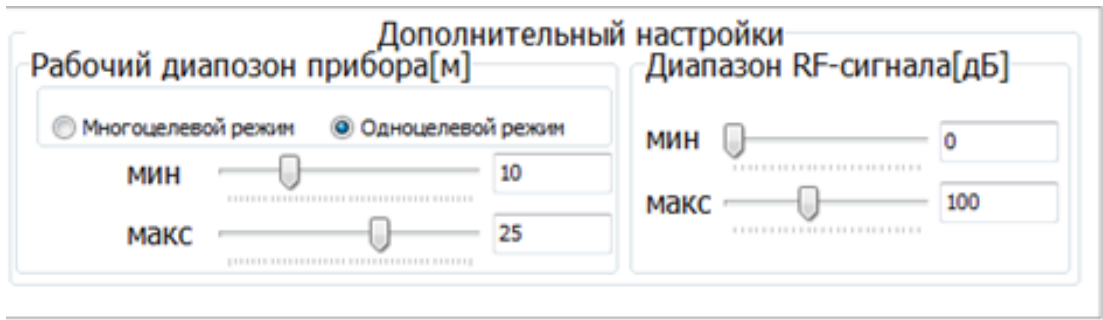

Рис.28. Поле «Дополнительные настройки».
5.7.7. В поле «**Дополнительные настройки**» (рис.28) устанавливается режим работы уровнемера – «**Многоцелевой режим**» или «**Одноцелевой режим**», установкой ползунков вводятся минимальное и максимальное значения измеряемой дистанции, а также диапазон зондирующего сигнала в дБ. При изменении минимального и максимального значения измеряемой дистанции (рабочего диапазона прибора) изменяется масштаб окна, выделенного зеленым цветом в левой графической области.